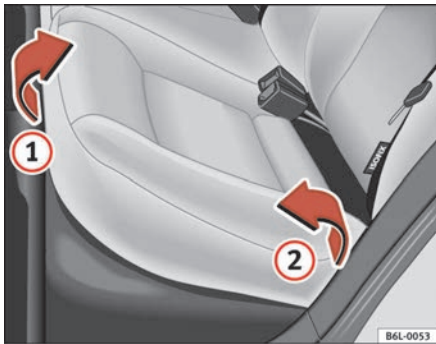
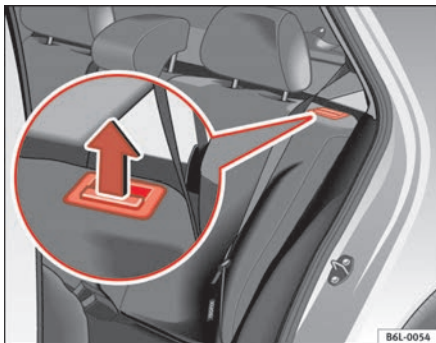

Abb. 74 Sitzpolster der Sitzbank vorklappen
Abb. 75 Entriegelungstaste für die Rücksitzlehne
- Ziehen Sie das Sitzpolster an der Vorderkante ⇒ Abb. 74 ① in Pfeilrichtung nach oben.
- Klappen Sie das Sitzpolster ② in Pfeilrichtung nach vorne.
- Ziehen Sie die Entriegelungstaste ⇒ Abb. 75 in Pfeilrichtung und klappen Sie die Sitzlehne nach vorne.